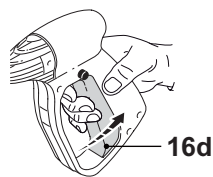

Fig.21
2. Mettez le bouton marche/arrêt (3) sur "O" (arrêt).
4. Appuyez sur la gâchette (16d) pour décharger la pression résiduelle dans l'appareil (Fig.21).